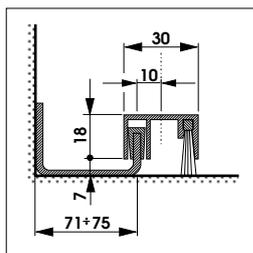

Abb.2
• Den genauen Ort der Anbringung des Querträgers festlegen. Dabei sind die Abmessungen und der Platzbedarf gemäß Abb. 2 zu berücksichtigen.